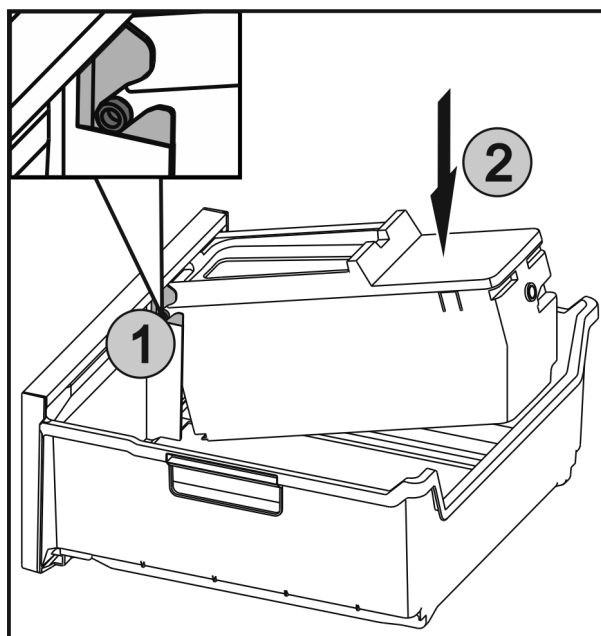

Fig. 43
- ▶ Zasuňte osy Fig. 43 (1) na EasyTwist-Ice do vedení a zatlačte zadní stranu Fig. 43 (2) tak, aby západka zaklapla.